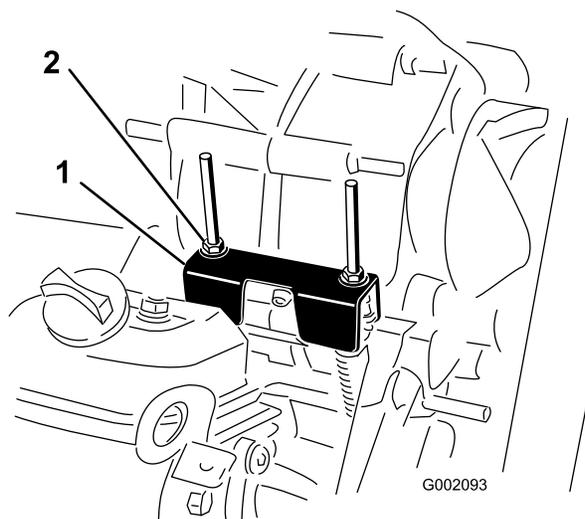

Figura 28
Para realizar operaciones de mantenimiento de rutina y/o diagnósticos del motor, debe ponerse el transeje en punto muerto (Figura 28). El selector de marchas del vehículo dispone de una posición de punto muerto, que controla el punto muerto del transeje. Deben tomarse las siguientes medidas para asegurarse de que la palanca de cambios acciona correctamente el punto muerto del transeje:
2. Asegúrese de que la pletina de punto muerto está en posición de punto muerto (nivelada respecto al soporte de montaje del cable situado debajo del soporte del cambio de marchas) girando el embrague arrastrado (Figura 28). El vehículo no debe desplazarse ni hacia adelante ni hacia atrás. Si lo hace, mueva manualmente la pletina de punto muerto a la posición de punto muerto.
3. Apriete una de las contratuercas (Figura 28) para obtener un espacio de 0,76-1,52 mm.